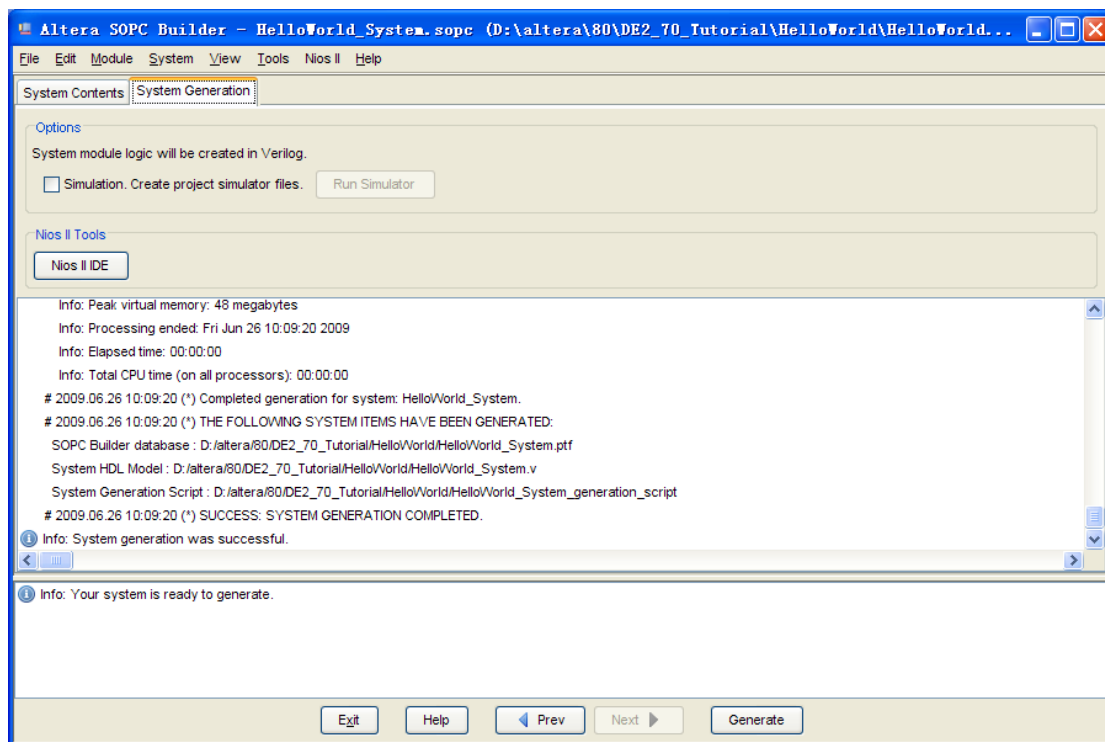

图 6-8 生成系统
9. 生成系统。通过点击下方 Generate 完成，如图 6-8。